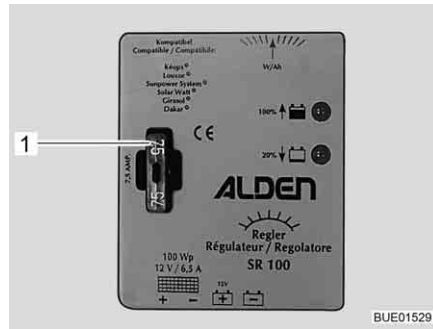

Fig. 173 Fusible pour le régulateur de panneau solaire 100 W
- Changer le fusible plat 5 A/brun clair (Fig. 173,1).